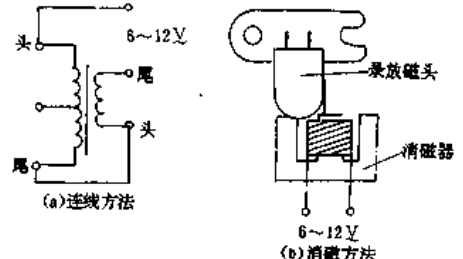

图 16-6 收音机的输出变压器改作消磁器
(1)用收音机的输出变压器改作消磁器。取出变压器的铁芯,去掉“一”字型铁芯,保留“E”字型铁芯,然后再装回线圈,并将线圈的首尾连线按图 16-6(a)连接好,消磁方法见图 16-6(b),具体消磁方法同上。交流电源从机内变压器次级引出,为方便起见,可在机壳上安装一电源插孔,随时可以消磁。消磁时要焊掉录放头的信号线。